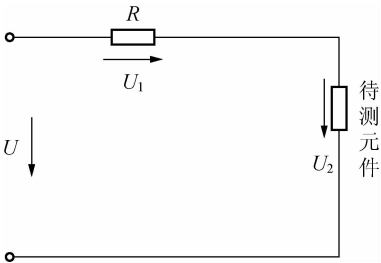

图 2.6.2
2. 按图2.6.2接线, $U$ 为调压器输出电压, $R$ 为滑线变阻器电阻,用欧姆表测量使 $R = 200\Omega$ 。调节 $U$ ,使 $I = 0.4\text{A}$ ,分别测量 $U$ 、 $U_1$ 、 $U_2$ ,并做好记录。